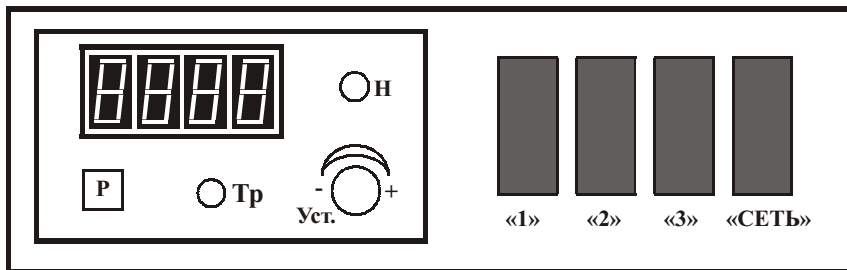

Рис. 2. Пульт управления ТПЦ-550Д3
5. Включить тумблер «сеть» (рис. 2) на панели блока управления. При включении тумблера «Сеть» загорается цифровая шкала прибора терморегулятора ИТР (см рис.2) и индикатор нагрева «Н» в правом верхнем углу панели прибора. Нажимая и удерживая кнопку «Р» вращением ручки «Уст» устанавливают на цифровой шкале нужный тепловой режим камеры. При этом загорается индикатор «Тр», указывающий на то, что включен режим настройки.
1. Выключить тумблер «1» (рис. 2).
3. По остывании камеры до 50⁰ – 70⁰ С выключить тумблеры «2», «3» и «Сеть» (рис.2).